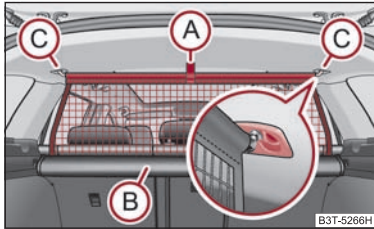

Fig. 93 Scoaterea peretelui despărțitor
- Trageți peretele de chinga (A) ⇒ fig. 93 din carcasa (B) în direcția suporturilor (C).
- Introduceți bara transversală în locașurile (C) și apăsați bara în față.
- În același mod fixați bara pe partea cealaltă a autovehiculului, locașul (C).
- Trageți bara în spate din suporturile din plafon, mai întâi pe o parte, apoi pe partea cealaltă, și scoateți-o din suporturi (C) ⇒ fig. 93.
- Susțineți bara transversală astfel încât peretele despărțitor să se poată rula încet și fără să se deterioreze, în carcasa (B).